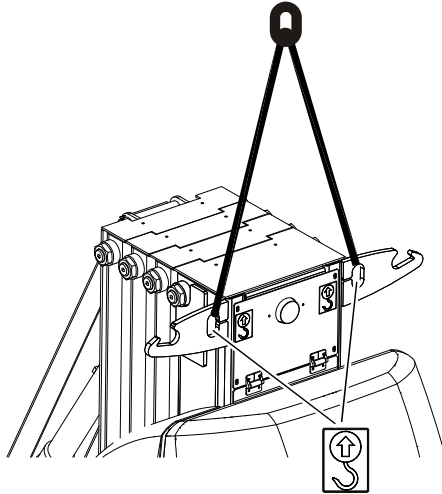

Рис. 3-15. Подъем машины
- Зачальте стропы/цепи за ОБЕ подъемные скобы, как показано в Рис. 3-15.